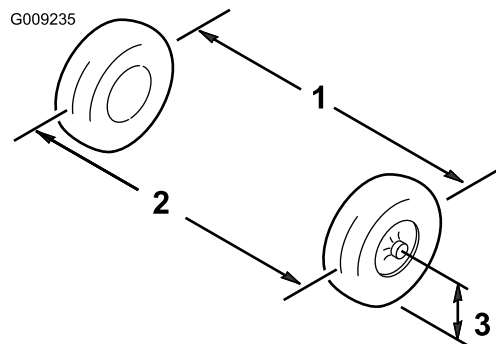

Figura 58
2. Meça a distância entre os pneus dianteiros à altura do eixo na zona dianteira e traseira dos pneus dianteiros (Figura 58).